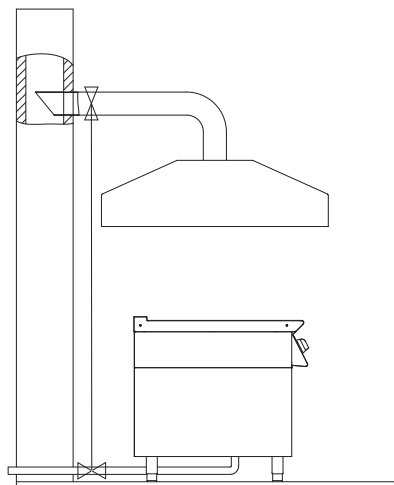

Fig.4
- la parte terminal del conducto de evacuación del aparato debe colocarse en el interior de la proyección del perímetro básico de la campana (**Fig.4**).